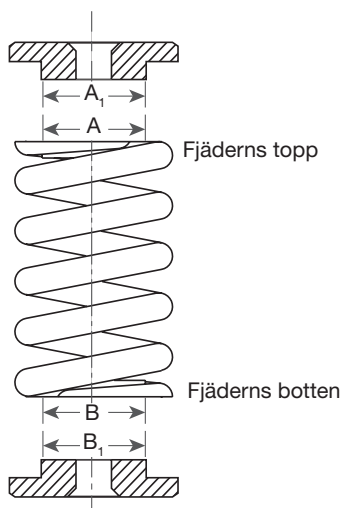

Bild 37: Fjäders tillåtna tolerans
- Det maximala avståndet mellan A och A_1 och mellan B och B_1 (se bild 37) är mer än:
- 0,79 mm (0,031") för fjädrar med en innerdiameter (ID) på mindre än 100 mm (4").